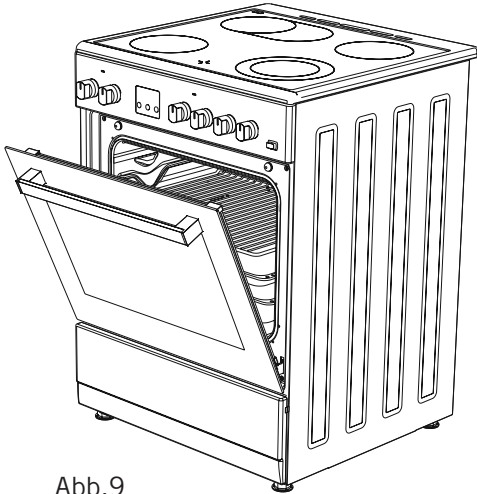

Abb.9
**2.** Platzieren Sie die Sicherheitsblende unter dem Bedienfeld, indem Sie die vordere Glasabdeckung des Ofens öffnen (Abbildung 9)